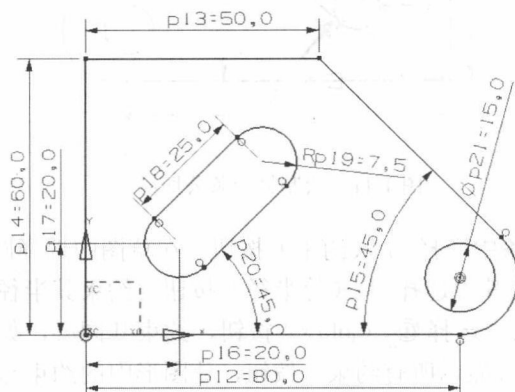

图 1-16 添加尺寸约束后的草图
(9) 添加尺寸约束。在【草图工具】工具条中选择  (自动判断的尺寸) 按钮, 按照如图 1-16 所示的尺寸进行标注, p16=20, p17=20, p18=25, Rp19=7.5, p20=45, ϕ p21=15, 此时草图曲线全部转换成绿色, 表示已经完全约束。